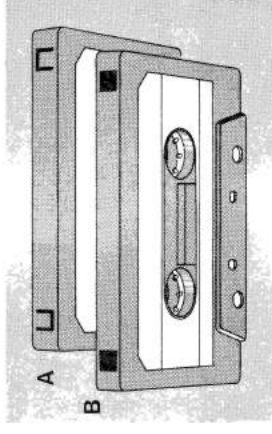
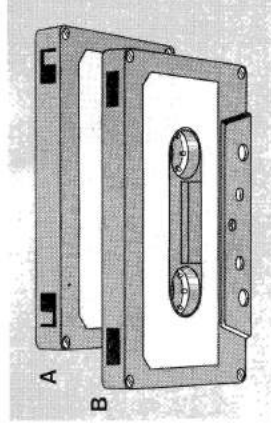

Fig. 16
Fig. 17
Alle Compact-Cassetten haben auf der Rückseite zwei Aussparungen, die durch Kunststoff-Zungen verschlossen sind. Eigene Aufnahmen können Sie gegen unbeabsichtigtes Löschen durch Herausbrechen dieser Zungen schützen (Fig. 16 bei Fe- und FeCr-Band, Fig. 17 bei CrO₂-Band).
Toutes les cassettes compactes ont à l'arrière, deux encoches fermées par des languettes de plastique. Vous pouvez protéger vos enregistrements personnels contre un effacement accidentel en brisant ces languettes (Fig. 16 pour les bandes Fe et FeCr, Fig. 17 pour les bandes CrO₂).
All compact cassettes have two slots on their rear edge which are partially covered by plastic tabs. You can prevent accidental erasure of your own recordings by breaking out the appropriate tab (Fig. 16 for Fe and FeCr tapes, Fig. 17 for CrO₂ tapes).
Beachten Sie bitte, daß die bei CrO₂-Cassetten zusätzlich vorhandenen Öffnungen (Fig. 17) nicht mit abgedeckt werden.
- Fig. 16 A Fe-, FeCr-Band: aufnahmefähig
- Fig. 16 B Fe-, FeCr-Band: Aufnahme blockiert
- Fig. 17 A CrO₂-Band: aufnahmefähig
- Fig. 17 B CrO₂-Band: Aufnahme blockiert
Dans le cas de cassettes CrO₂, veillez à ce que les ouvertures supplémentaires ne soient pas obturées (Fig. 17).
- Fig. 16 A Bande Fe, FeCr: prête à enregistrer
- Fig. 16 B Bande Fe, FeCr: enregistrement bloqué
- Fig. 17 A Bande CrO₂: prête à enregistrer
- Fig. 17 B Bande CrO₂: enregistrement bloqué
Please note that the additional slots present in CrO₂ tapes must not be closed by adhesive tape (Fig. 17).
- Fig. 16 A Fe, FeCr tapes: ready for recording
- Fig. 16 B Fe, FeCr tapes: protected against recording
- Fig. 17 A CrO₂ tapes: ready for recording
- Fig. 17 B CrO₂ tapes: protected against recording